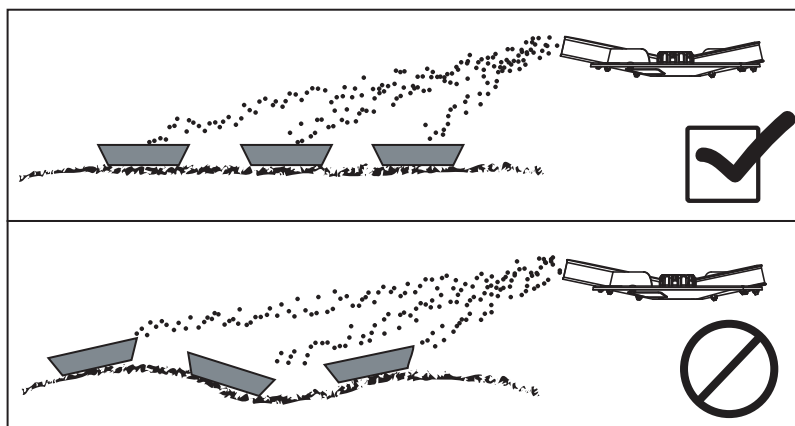

Рисунок 8.25: Расстановка приемных поддонов
- Установите приемные поддоны горизонтально. Косо стоящие приемные поддоны могут стать причиной ошибок при измерении (Рисунок 8.25).